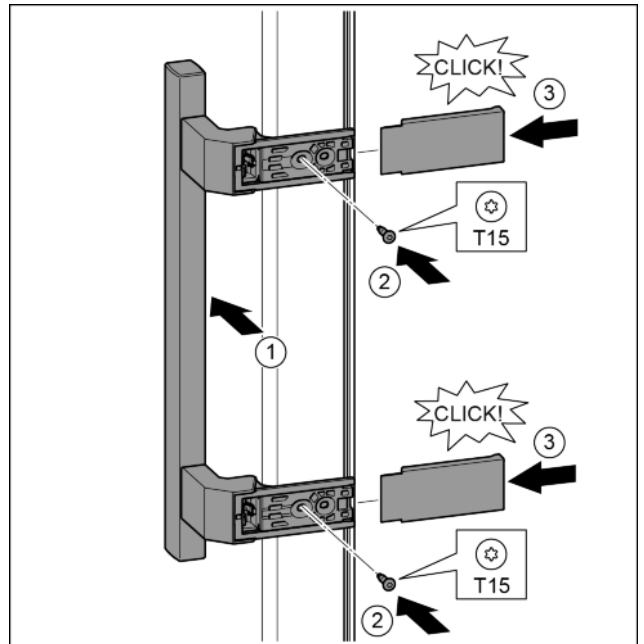

Fig. 33
- ▶ Greep op de tegenoverliggende zijde aanbrengen. *Fig. 33 (1)*
- ▶ Schroeven met schroevendraaier T15 vastschroeven. *Fig. 33 (2)*
- ▶ Afdekkingen zijdelings aanbrengen en erop schuiven. *Fig. 33 (3)*